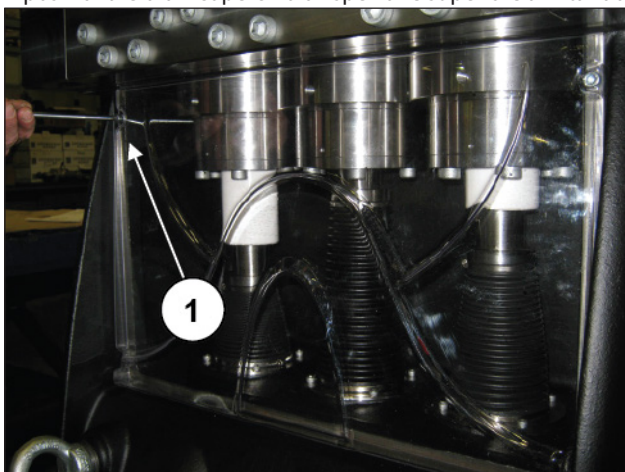
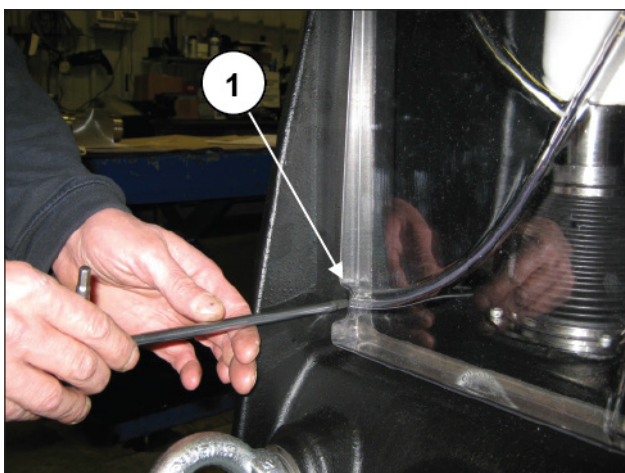

Fig. 243
Fig. 244
Riposizionare ora il coperchio di ispezione superiore avvitando con cautela le 4 viti M6 che lo fissano (pos. ①, Fig. 243 e Fig. 244).